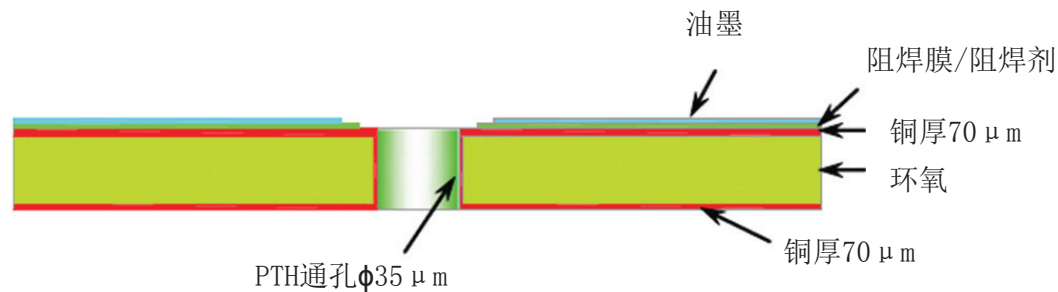
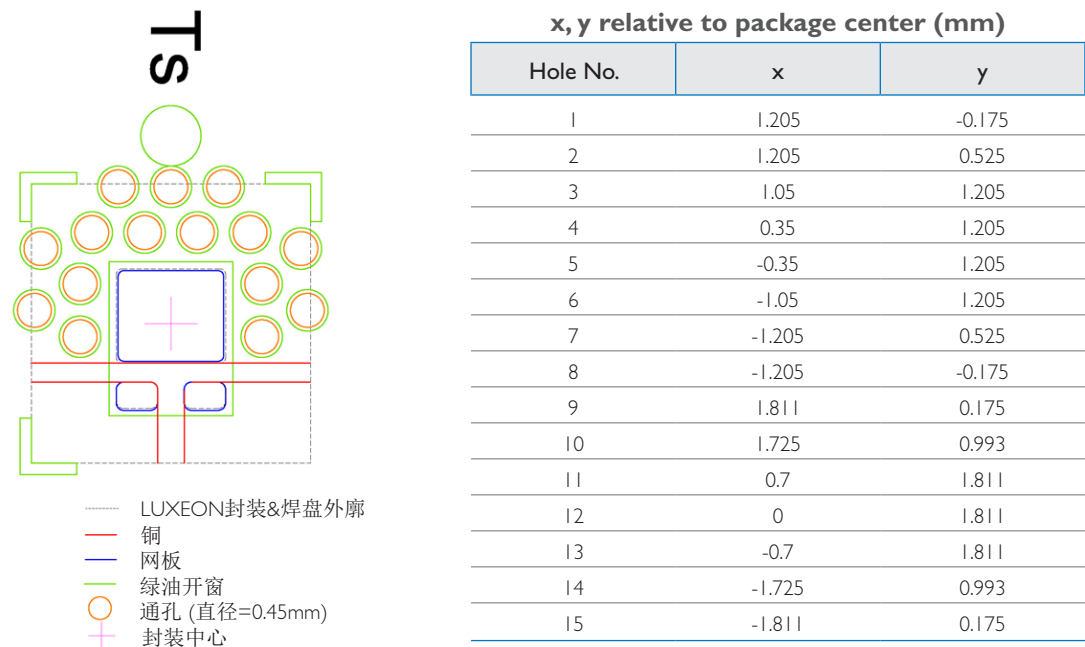
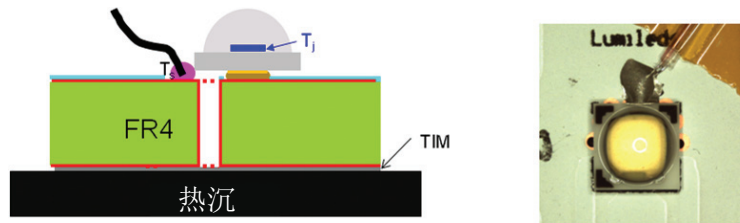
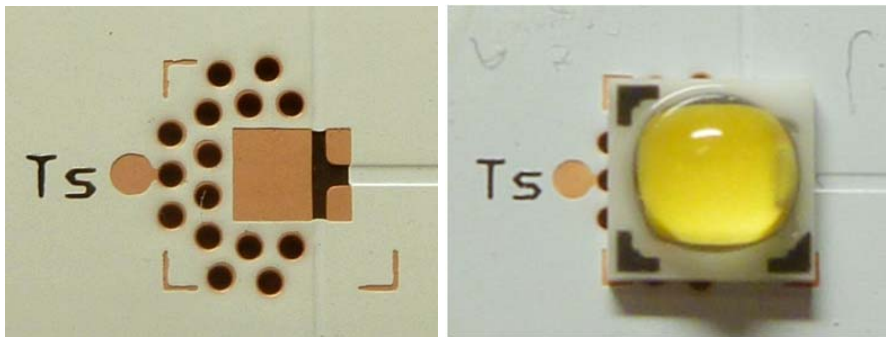

图5. 基于开孔PTH设计的FR4环氧板的典型横截面。
图6. 具备15个开孔PTH的FR4环氧板。
图7. 基于FR4环氧板（带PTH通孔）的LUXEON发光二极管，其截面示意图如左图，顶视图如右图。
图14. 阻焊层上小的L型标记（左）给出了回流后LUXEON封装的理论定位。假设这些标记的宽度是已知的，回流后LUXEON发光二极管的贴装精度在x轴和y轴的近似值能用放大镜评估出来（右）。值得注意的是，PCB板上L型标记的定位与陶瓷框架上L型基准的相匹配。这有助于通过视觉验证走正确的PCB封装技术方向。
在带开口渡通孔的1.0mm厚FR4环氧板上（图5），LUXEON发光二极管会表现怎样的热学性能，Philips Lumileds对此展开调查。PCB板的顶层和底层的镀铜厚度分别是70μm，热通孔里面的镀层厚度为35μm。热通孔的直径0.45mm（钻孔），在PCB设计之初先要衡量顶层与底层之间材料的热导（图6）。设计的内容包括15个热通孔，能将LUXEON发光二极管的热焊盘及PCB底端之间的热阻提升9K/W左右。在器件周围增设热通孔对减小总热阻并无实质作用。
在典型应用中，直接测量热焊盘的温度（ $T_{thermal\ pad}$ ）可能有些困难。因此，测量器件结温的一个可行性方法是，在PCB板上毗邻LUXEON器件右侧封装一个带热电偶的预定传感焊盘，该传感焊盘的温度即是 T_s 。如图6和图7所示，传感焊盘定位在阴极和阳极的中心线上。为了确保精确读数，热电偶必须和PCB铜层直接连接，原因是LUXEON发光二极管的热焊盘焊接在该铜层上面；也就是说，在热电偶表面贴装至PCB之前必先移除所有的阻焊层。
针对图6所示的FR4环氧板，传感焊盘和LUXEON器件结合点之间的热阻值 $R\theta_{j-s}$ 被实验证实接近9K/W。结温能用如下公式得知： $T_j = T_s + 9 \cdot P_{electrical}$ 。式中 $P_{electrical}$ 代表LUXEON发光二极管所需电功率。就如何将一个热电偶表面贴装到PCB板上，可参阅Philips Lumileds的AB33号文件“LUXEON Rebel热测量之操作规程 (LUXEON Rebel Thermal Measurement Guidelines.)”。
1. 小尺寸L型基准点给出了LUXEON封装外形所需的位置，如图6、图14所示，确保在PCB设计中考虑到该基准点。与其在阻焊层上进行丝印，倒不如用绿油窗口来定义那些基准点更具优势。